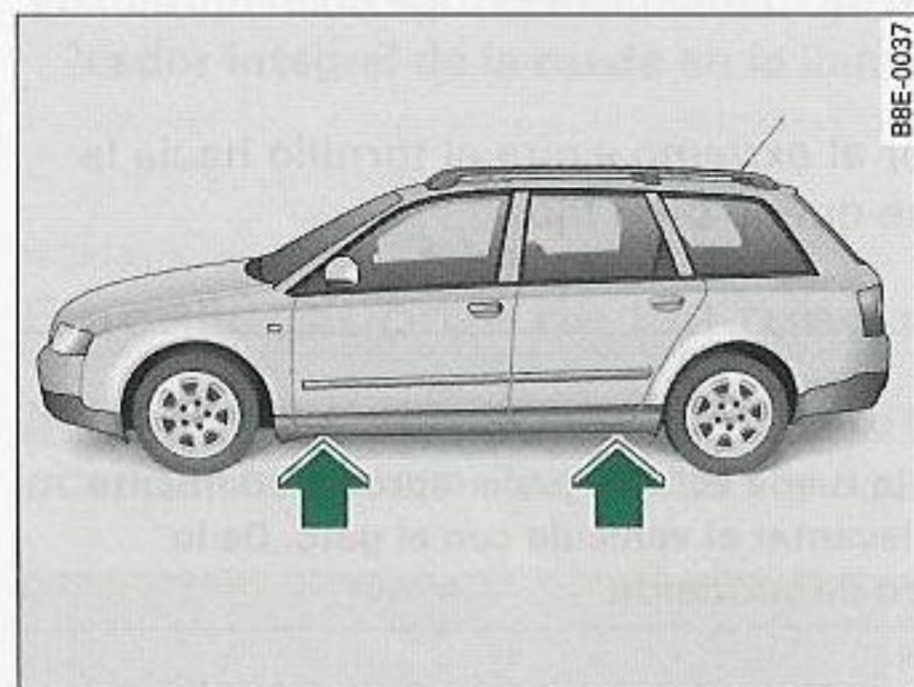

Fig. 254 Cambio de rueda: Puntos de apoyo del gato
- Busque en el larguero inferior el **punto de alojamiento** más cercano a la rueda pinchada ⇒ fig. 254 -flechas-.
En el larguero inferior van marcados los lugares en los que se puede apoyar el gato ⇒ fig. 254 -flechas-. Se ha previsto *un* lugar para cada rueda. El gato no debe colocarse en otros lugares.